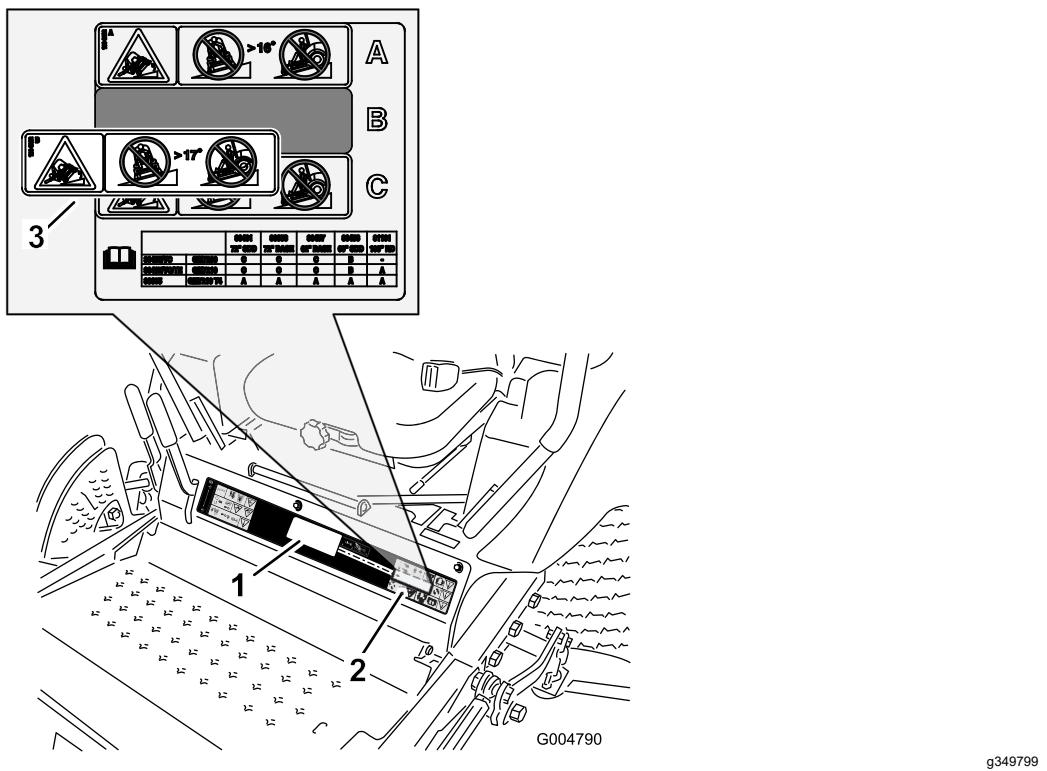

Bild 11
2. Reinigen Sie den Vorhandener Aufkleber gründlich, auf dem Sie den Stabilitätsaufkleber anbringen möchten (Bild 11).
4. Ziehen Sie die Schutzfolie des Aufklebers ab, kleben Sie ihn über die vorhandene Umkipgefahrwarnung, wie in Bild 11 dargestellt, und fixieren Sie den Aufkleber mit einer Rakel, indem Sie mit überlappenden Strichen von der Mitte zu den Rändern hin über den Aufkleber streichen.